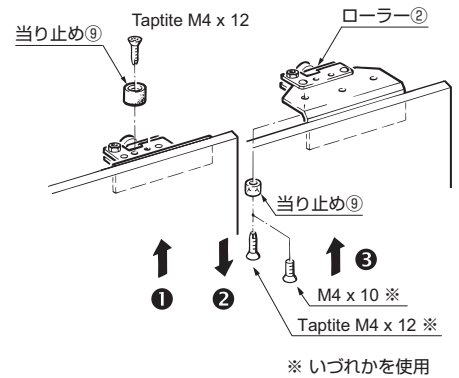

図 3-6-1
⑤内側の扉にガイドを取り付けます (図 3-6-1)。
- (1) 内側および外側の扉に当り止め⑨を図 3-6-1 のように取り付けてください。